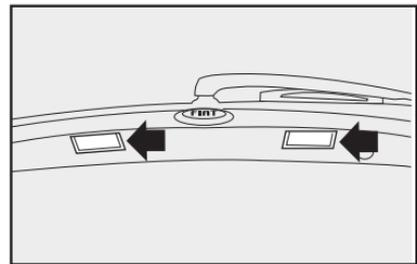

fig. 62
1) Atuar nos locais indicados pelas setas **fig. 62** com uma chave de fenda e retirar a lente transparente.